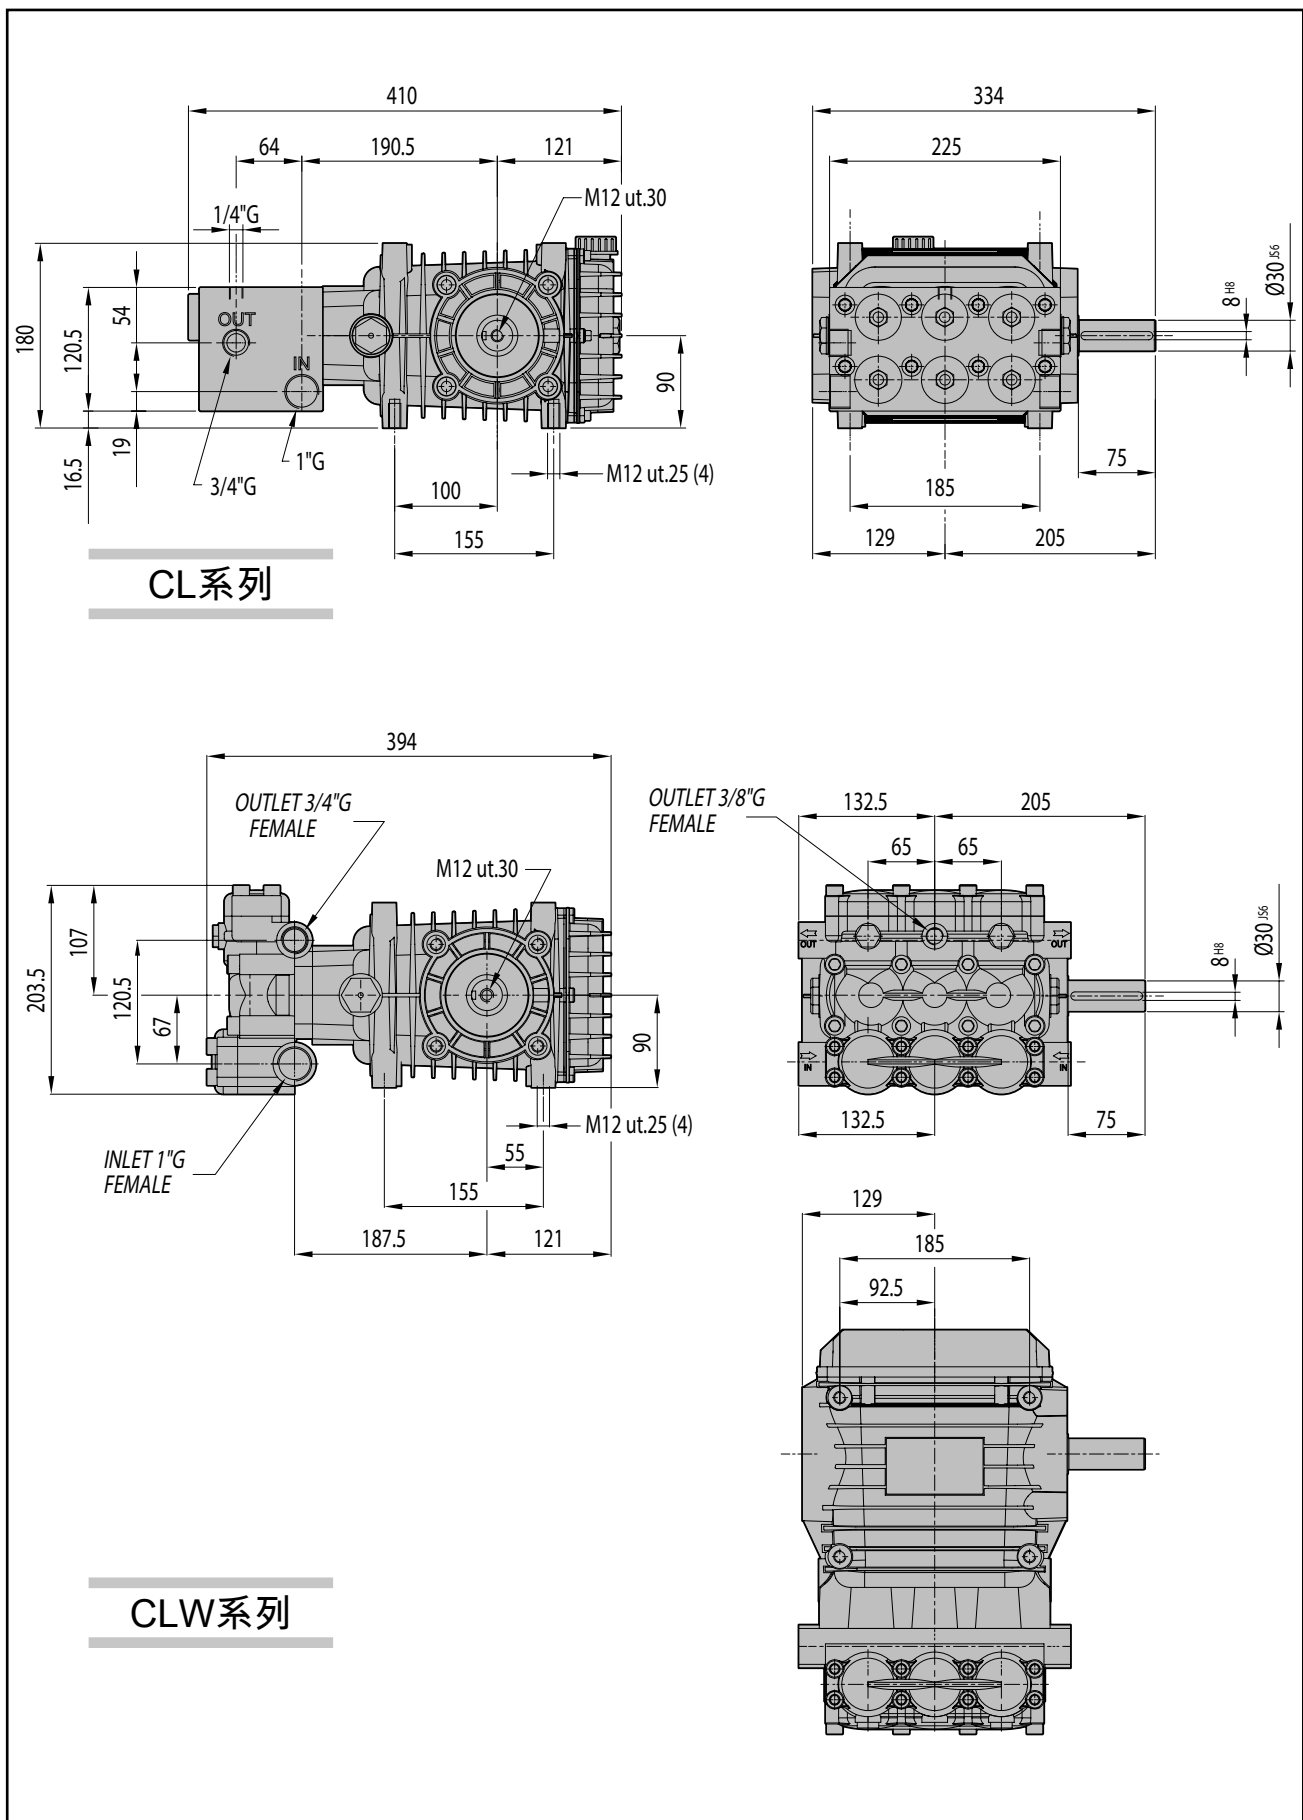

图 1
- 泵须稳定牢固。支撑面平坦坚固，以避免泵和发动机不处在一直线上，防止运行中产生振动。用泵曲轴箱内的4个固定螺栓固定泵。尺寸要求参见图1。
主要尺寸参见图1.